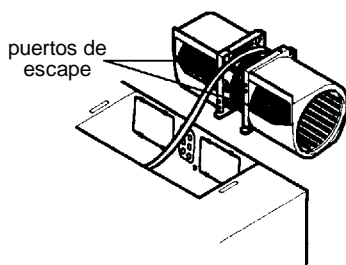

Figura 20
3. Gire la unidad 90° de manera que los puertos de escape queden orientados hacia la parte delantera del gabinete. Vea la figura 20.